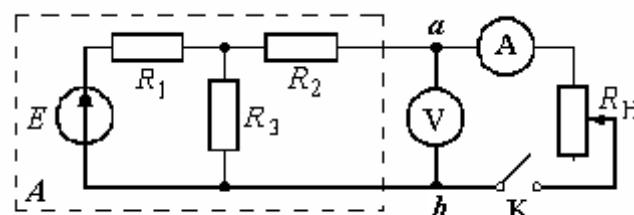

Рис. 2.2
где  $R_H = U_{ab}/I$  – сопротивление нагрузки (рис. 2.2),  $R_\Gamma$  – сопротивление генератора,  $J_\Gamma = I_{K3}$ .
Схема приведена на рис. 2.2. Часть цепи, обведенная пунктиром, представляет собой активный двухполюсник с источником постоянной ЭДС  $E = 15$  В и сопротивлениями  $R_1, R_2, R_3$ , значения которых следует выбрать из табл. 1.1 согласно варианту, указанному преподавателем.
3. Определите в общем виде аналитически  $E_\Gamma$  и  $R_\Gamma$  для схемы рис. 2.2, полагая  $E, R_1, R_2, R_3$  известными.
2. Собрать цепь по схеме рис. 2.2 и в режимах холостого хода и короткого замыкания, а также при пяти значениях сопротивления  $R_H$  измерить напряжение  $U_{ab}$  и ток  $I$  на выходе двухполюсника. Результаты измерений внести в табл. 2.1.